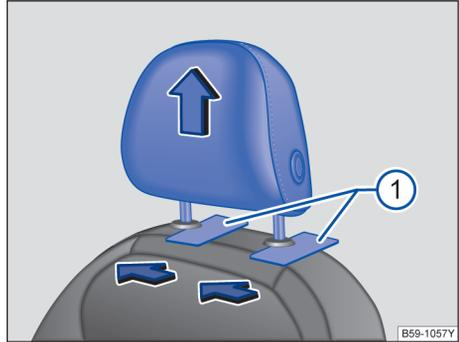

图 78 拆卸和安装前排头枕
- 松开头枕时，一人用一扁平器具（例如，塑料卡片）插入靠背套与头枕导杆护套之间→图 78①，同时另一人将头枕完全拔出。▶